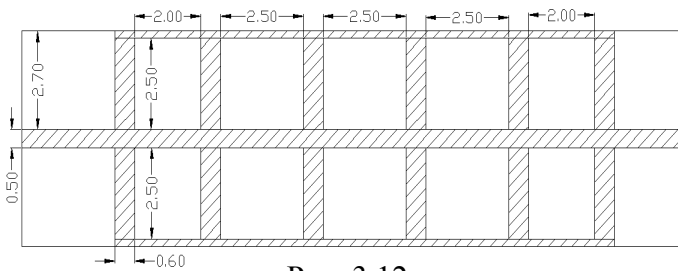

Рис. 3.12
9. Скопируйте созданный заземляющий проводник и заземлите нижние шлейфы. Полученная топология должна иметь вид, показанный на рис. 3.12.